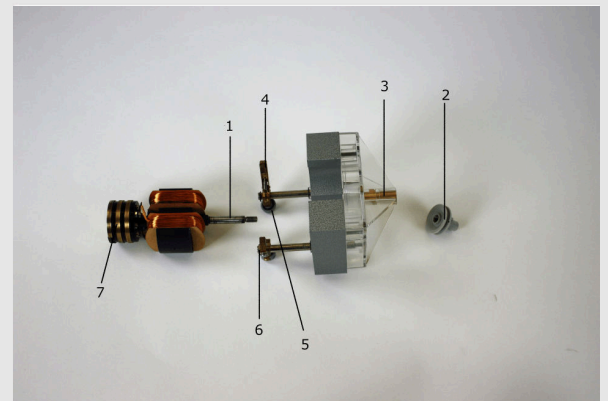

Fig. 1
- Monta el soporte del motor según la Fig. 1.